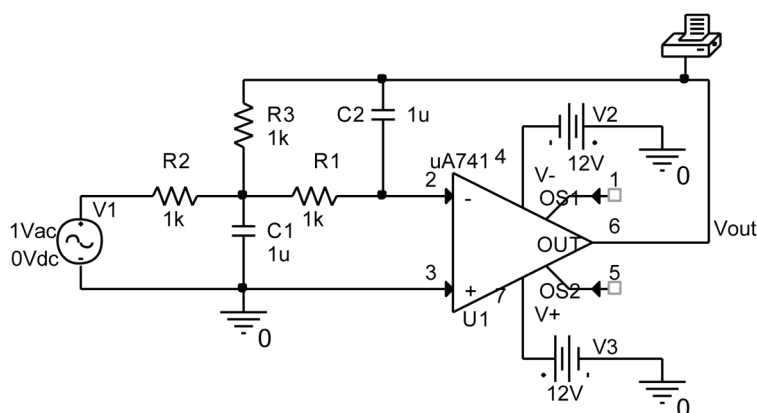

Figura 6.14
**Soluzione.** Lo schema è mostrato in Figura 6.14. La tensione del generatore sinusoidale è  $v(t) = \cos(\omega t)$ , il fasore è  $\mathbf{V} = 1$ , perciò poniamo **ACMAG** = 1 e **ACPHASE** = 0. La pulsazione è  $\omega = 200\pi$  perciò la frequenza è 100 Hz. La stampante di tensione permette di ottenere il fasore della tensione di uscita.